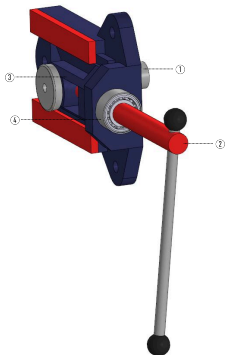

Рисунок 16 – Механизм натяжения
Пильные шивы (15) 350 мм расположены на одном уровне для уменьшения нормальных напряжений в пильном полотне. Ведомый шкив оснащен механизмом натяжения (14) (Рисунок 16).